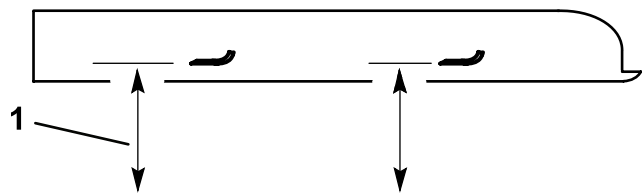

Figure 54
4. Mesurez la distance entre la surface plane et le tranchant (position A) des lames (Figure 54).